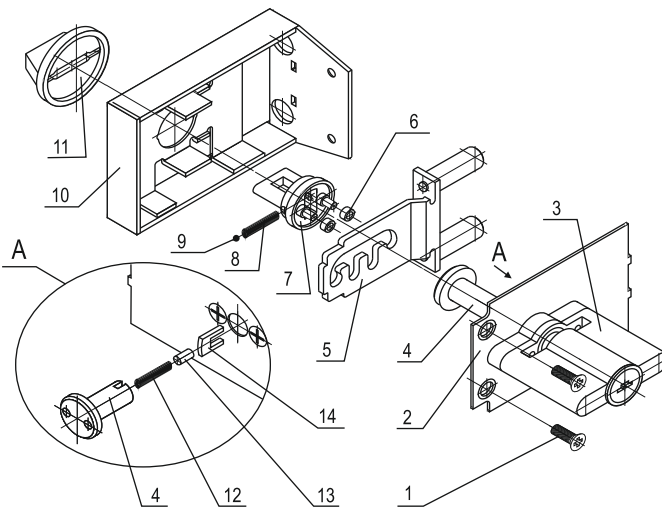

Рис.2
1. Разборка замка (см. рис. 2).
ТЕХНИЧЕСКОЕ ОБСЛУЖИВАНИЕ (см. рис. 2)
2. Сборку производить в обратном порядке, располагая детали, в соответствии с рис. 2.